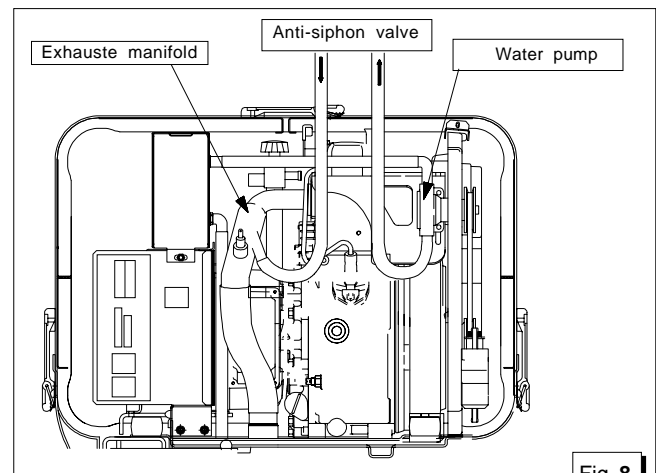

Fig. 8
**Va obbligatoriamente usata quando il generatore è installato col miscelatore di scarico sulla o sotto la linea di galleggiamento, e va posizionato ad almeno 50 cm. sopra il livello del mare. (vedi fig. 8/9).**
**It must be installed when the generator is fitted with the drainage mixer on or beneath the water line**, and should be positioned at least 50 cm above water level.(see fig. 8/9)
**Elle doit être obligatoirement utilisée lorsque le générateur est installé avec le mélangeur de purge sur ou sous la ligne de flottaison** et elle doit être placée à 50 cm au moins au dessus du niveau de la mer (se reporter aux figures 8 et 9).